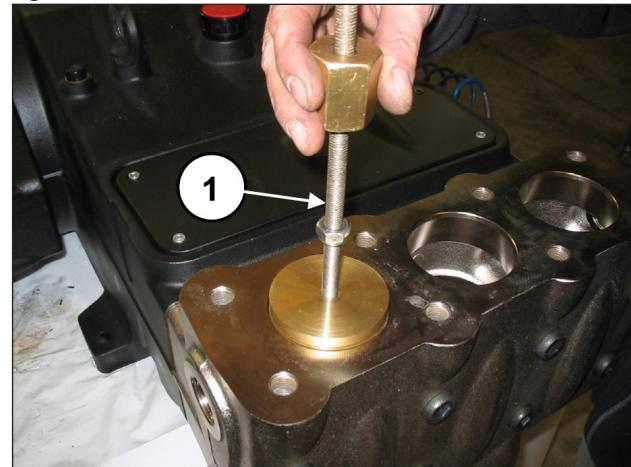

Fig. 90
Extraire le couvre-soupapes à l'aide d'un extracteur à inertie à appliquer au trou taraudé M10 du couvre-soupapes (rep. ①, Fig. 90).